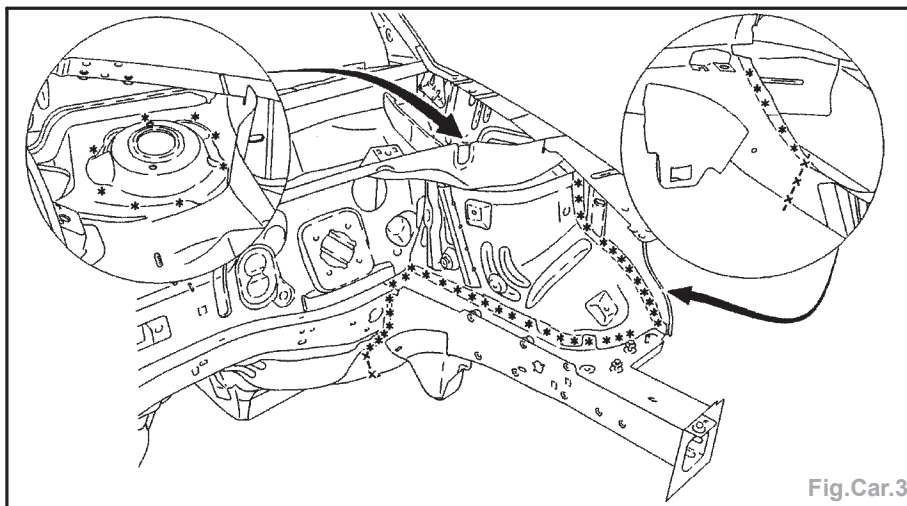

Fig.Car.3
- Dégraffer les points à l'aide d'une fraise de  $\varnothing$  8 mm (Fig.Car.3/4).
- Poser la semelle de longeron et souder par points électriques, cordon MAG et points bouchons MAG (Fig.Car.3/4).